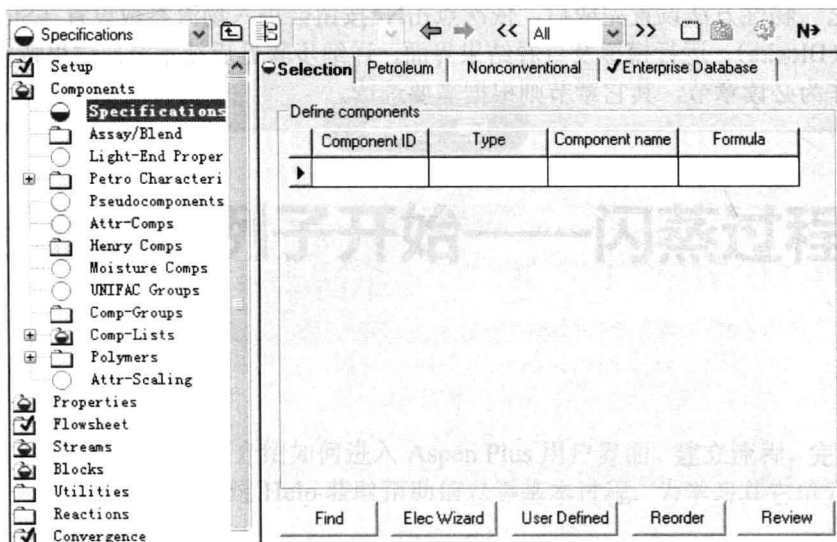

图 1-14 组分输入窗口界面
(2) 组分输入 (Components) 配置完 Setup 后, 点击 **N** 按钮进入到组分输入表页 (Components/ Specifications), 如图 1-14 所示。